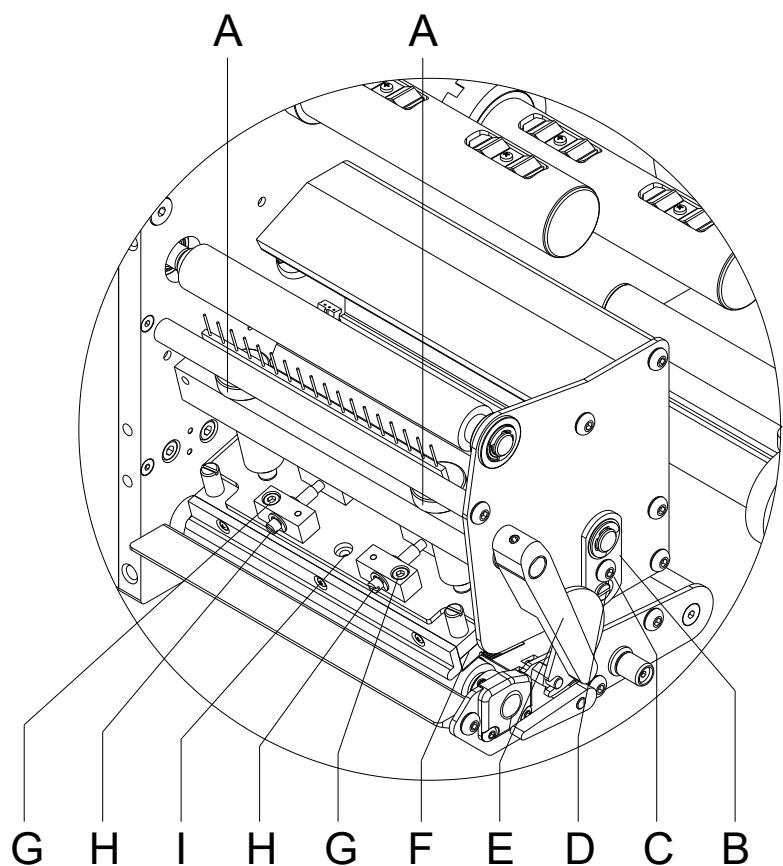

Figura 29
Si tras regular el paralelismo no se consiguiera que la anchura de la impresión fuese regular, se puede igualar con la ayuda de una placa de fijación (B, Figura 29).
5. Afloje el tornillo (C, Figura 29) girándolos aprox. $\frac{1}{4}$ de vuelta.
6. Gire la clavija excéntrica (D, Figura 29) para ajustar una impresión igualada. Continúe ajustando el cabezal de impresión hasta que la impresión en el text salga igualada.
7. Coloque de nuevo el tornillo (C, Figura 29).
La presión del cabezal puede modificarse con los tornillos (A, Figura 29) en el lado interior y exterior del cabezal, respectivamente. Un aumento de la presión del cabezal lleva en el lado respectivo a un mejoramiento del ennegrecimiento del formato de impresión y a un desplazamiento de la marcha de la cinta en la correspondiente dirección.
4. Gire el tornillo de presión (A, Figura 29) para modificar la presión del cabezal de impresión.
5. Gire el tornillo de presión (A, Figura 29) en el sentido de las agujas del reloj hasta que llegue al tope, se consigue un incremento de presión de 10N respecto al ajuste inicial de fábrica.
6. Gire el tornillo de presión (A, Figura 29) hacia el tope derecho, girándolo en dirección contraria a las agujas del reloj, se obtendrá el valor de regulación de fábrica.